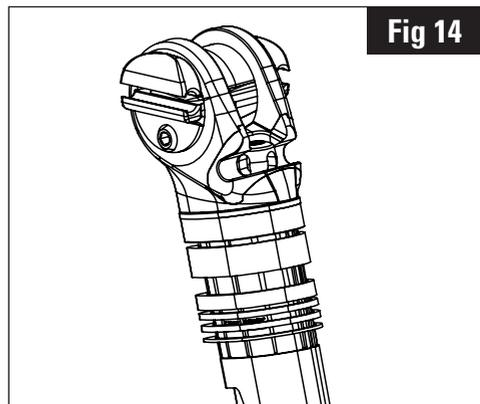

Fig 14
2. Coloque las anillas en la tija de sillín como se indica en la fig. 14.